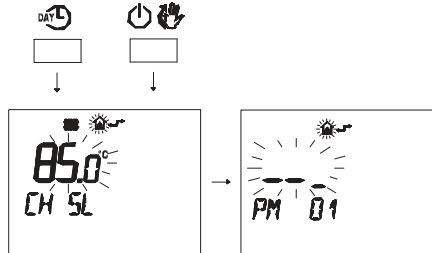

Figura 5.54
- Pulse simultáneamente los botones **DAY** y **ON/OFF** para entrar en la modalidad de programación transparente (Figura 5.54).